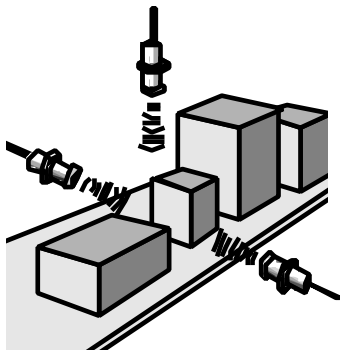

Abb. 5: Anwendungsbeispiel Förderband mit Breiten-Höhen-Vermessung
- Durch Kombination des Nachschaltgeräts mit geeigneten wms-Sensoren (z. B. wms-25/RT/HV/M18) ist eine millimetergenaue Abstands- und Dicken-Messung möglich (vgl. Abb. 5).